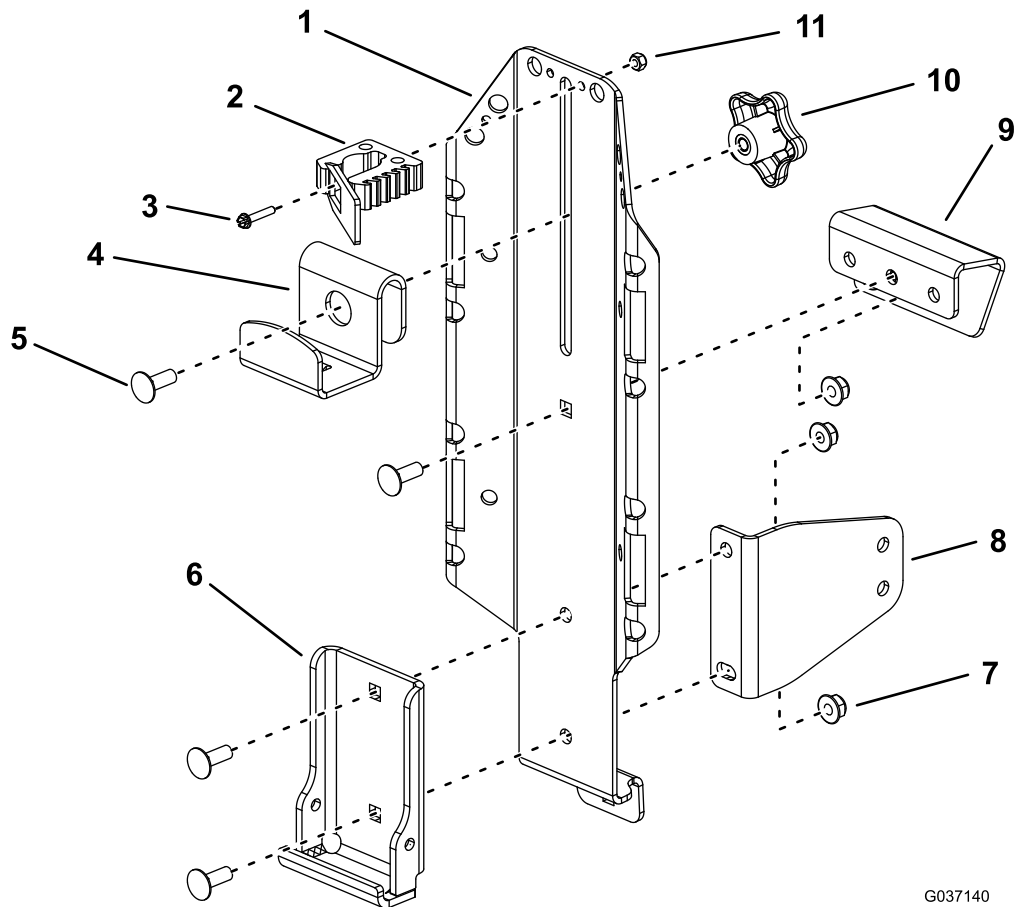
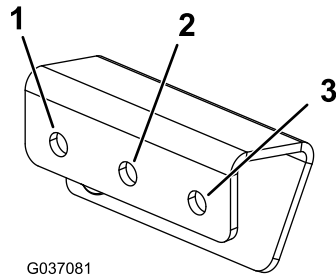

Figure 2
Figure 3
Montez le kit comme montré à la Figure 2. Veillez à fixer légèrement le support supérieur au support principal ; pour savoir quel trou utiliser dans le support supérieur, voir la Figure 3.
**Remarque:** Ne montez le support inférieur que si vous montez le kit devant les roues arrière. Montez le support en tournant la grande face vers l'arrière de la machine ; la Figure 2 montre l'orientation du support quand le kit est monté sur le côté gauche de la machine.